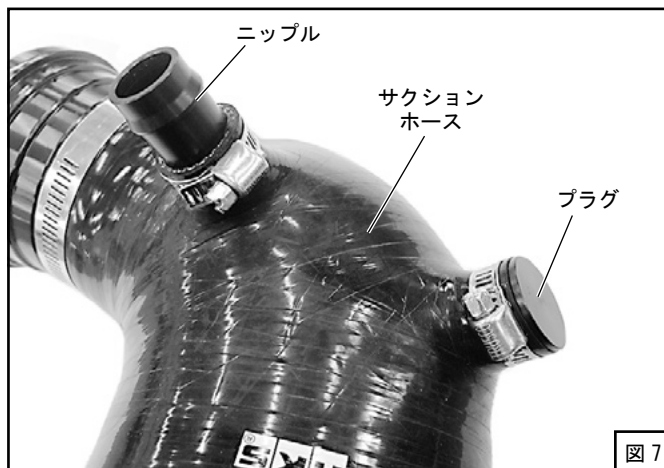

図7
- (3) サクシオンホースにニップルを取付け、ホースバンド (小) で固定してください。(図7、図10)
- (4) サクシオンホースにプラグを取付け、ホースバンド (小) で固定してください。(図7、図10)